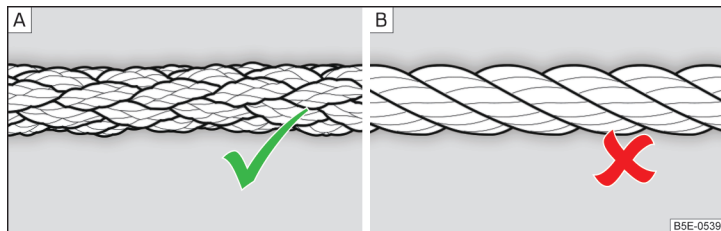

Fig. 158 Flettet slæbetov / Viklet slæbetov
Ved bugsering ved hjælp af et slæbetov må du kun anvende et flettet tov af kunstfiber » Fig. 158 – [A] » !.
- I forbindelse med bugsering må du ikke anvende et viklet slæbetov » Fig. 158 – [B], slæbeøj